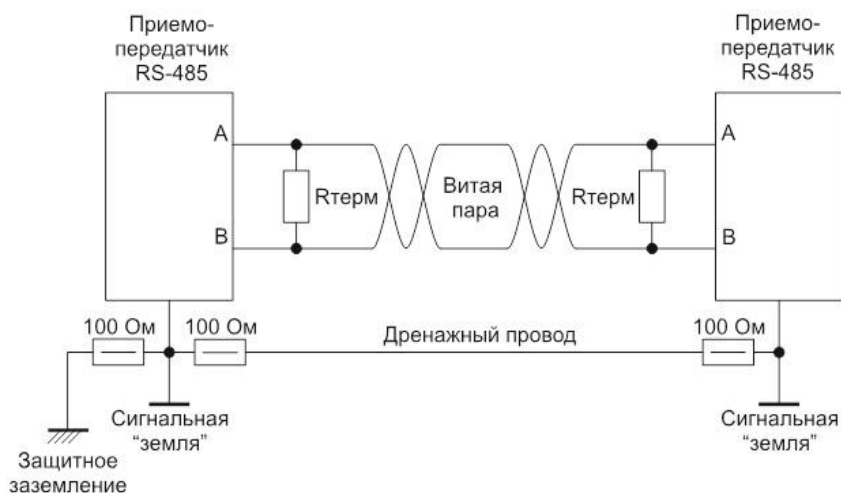

Рис. 5
- 12.4. Если адаптеры разнесены более чем на 15 м друг от друга, или поблизости есть мощные излучатели электромагнитных волн (Мощные пускатели, силовые провода) необходимо использовать схему Рис. 5 с тремя проводами А, В и проводом выравнивания потенциалов, и соблюдать следующие рекомендации: